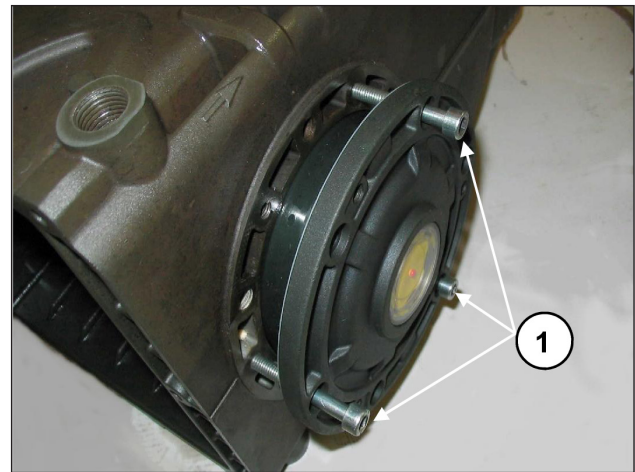
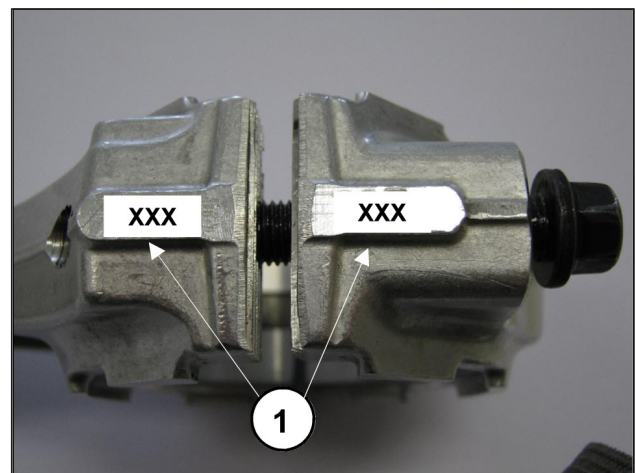

Fig. 8
Fig. 9
Pour faciliter l'insertion du premier tronçon et donc l'insertion des couvercles sur le carter, il est conseillé d'utiliser 3 vis M6 x 40 partiellement filetées (Fig. 8, rep. ①) pour ensuite compléter l'opération avec les vis fournies (M6x18).
- Assembler les chapeaux de la bielle aux corps relatifs en se référant à la numérotation (Fig. 9, rep. ①).
Après avoir démonté les couvercles latéraux, voir parag. 2.1.1, retirer la bague externe des roulements situés sur les couvercles correspondants et la bague interne avec la partie restante du roulement situés sur les deux extrémités de l'arbre, au moyen d'un chasse-clou normal ou d'un outil équivalent, comme l'indiquent les Fig. 8 et Fig. 9.